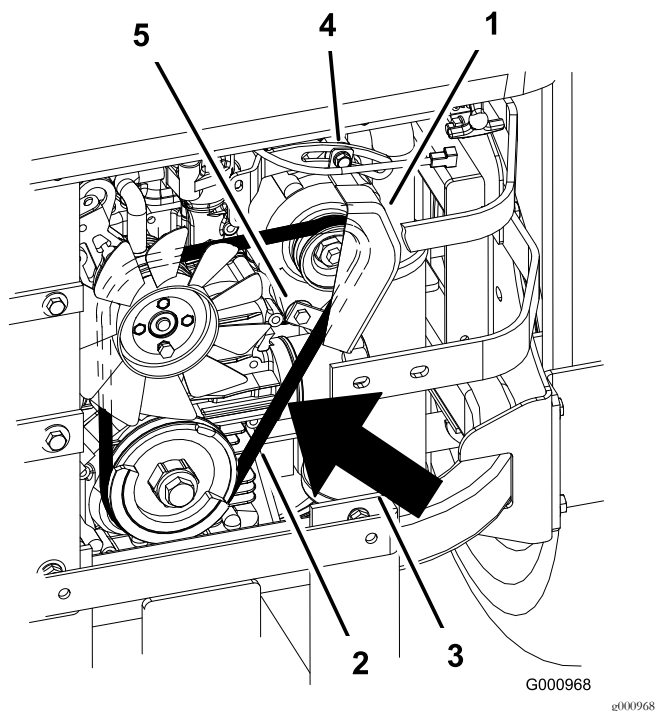

Figure 73
- Desserrez le boulon inférieur et retirez le boulon de fixation supérieur de l'alternateur et du couvercle (Figure 73).
- Installez une courroie neuve autour des poulies et de l'alternateur (Figure 73).
14. Serrez le boulon inférieur et vissez le boulon de fixation supérieur de l'alternateur et du couvercle (Figure 73).
2. Réglez l'alternateur vers l'extérieur jusqu'à ce que la courroie présente une flèche de 7 à 9 mm ($\frac{1}{4}$ à $11/32$ po) quand une force de 10 kgf est exercée entre les poulies du moteur et de l'alternateur (Figure 73).
5. Si la flèche est correcte, serrez les boulons inférieur et supérieur (Figure 73).